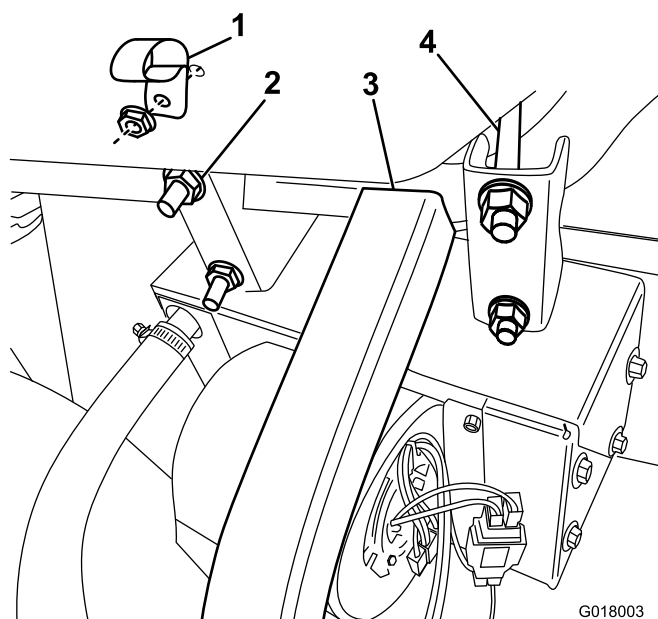

Figura 16
3. Fissate il riscaldatore e il gruppo staffa sul tubo della struttura anteriore e posizionate a contatto con la struttura a U, utilizzando i bulloni a U quadrati e i dadi flangiati in dotazione (Figura 16).
4. Fissate la fascetta fermacavi a R al vano portaoggetti con una vite a testa flangiata e un dado (Figura 16).